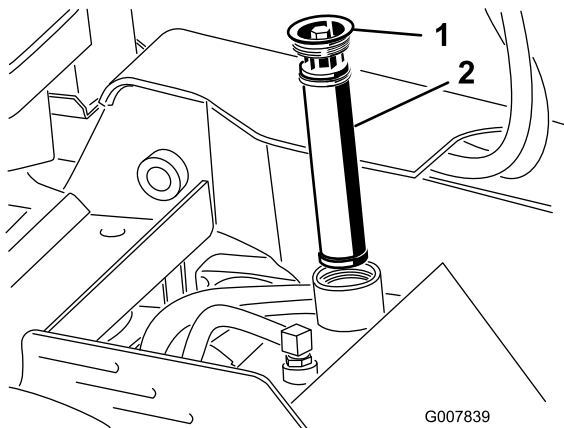

Figura 65
5. Pulite l'area intorno al collo del bocchettone del serbatoio idraulico e rimuovete il tappo ed il filtro dal collo del bocchettone usando una chiave a tubo (Figura 65).